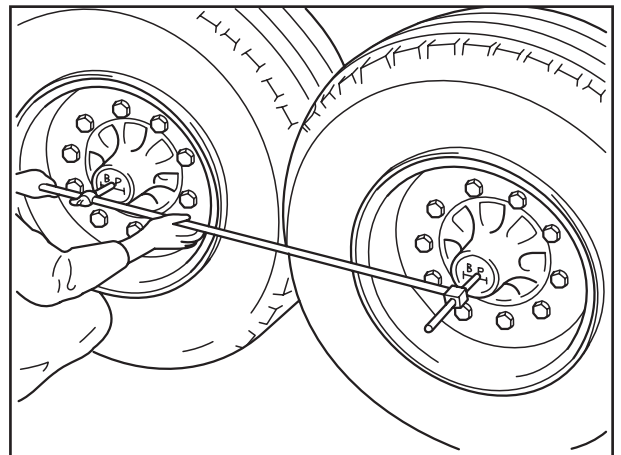

Fig. 12
- [5] Abstand von der Bezugsachse bis zu den nächsten Achsen mit Körnerspitzen im Dreieck der Nabenkapsel (Fig. 12) bzw. bei alten Nabenkapseln in den Ansenkungen der Achsschenkel messen, zul. Toleranz  $\pm 1$  mm (Seite 13-2, Fig. 3).
[5] Measure distance from the reference axle to the nearest axles using the triangle of the hub caps (Fig. 12) or, in the case of old hub caps, in the recesses of the steering knuckles: permissible tolerance  $\pm 1$  mm (Fig. 3, page 13-2).
[5] Mesurer l'écart entre l'essieu de référence et les essieux suivants en posant les extrémités d'un pointeau dans le triangle des capuchons (fig. 12) ou, s'il s'agit d'anciens capuchons, dans les creux de la fusée, tolérance  $\pm 1$  mm (fig. 3, page 13-2).